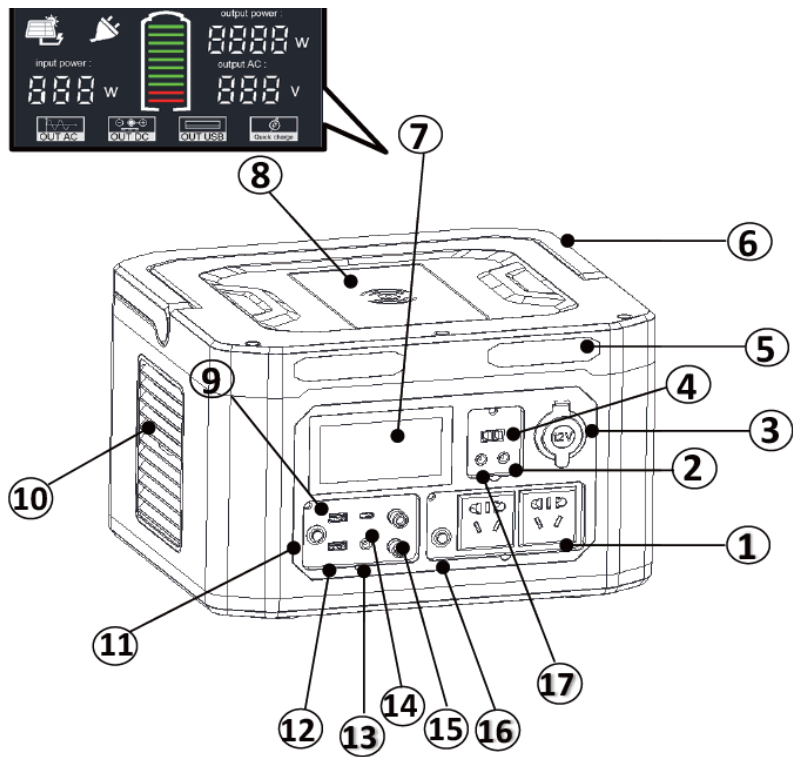

Рисунок 1
Зовнішній вигляд виробу і розташування основних частин див. Рисунок 1.
- 1) Вставте оригінальний стандартний адаптер 25,5В/5А (або 25,5В/8А для CN-2000W) з розетки 220В у «порт зарядки адаптера» ⑬Рис.1
- 2) Вставте вихідний порт автомобільного прикурювача або сонячної панелі з характеристиками 18 В / (≥ 150 Вт) у «порт зарядки автомобіля/сонячної зарядки» ⑭Рис.1
- 3) Вставте пристрій швидкої зарядки (25,5 В/15 А) у «порт швидкої зарядки» ⑮Рис.1